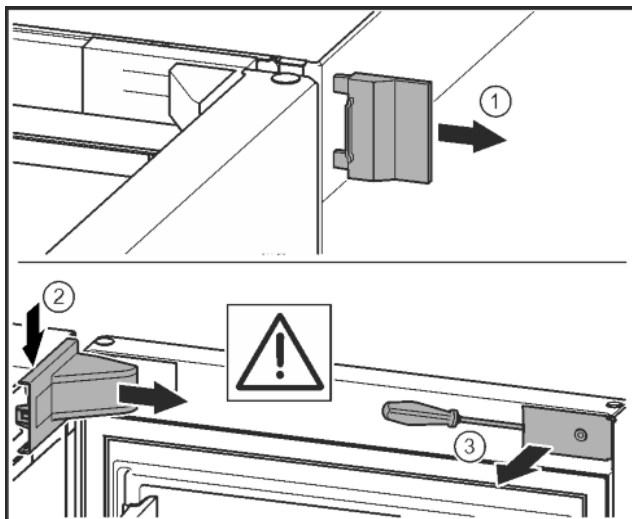

Fig. 11\*
- Зніміть зовнішню кришку.\* Fig. 11 (1)
- Звільніть і ослабте кришку опорного кронштейна. Зніміть кришку опорного кронштейна.\* Fig. 11 (2)
- За допомогою шліцевої викрутки звільніть від фіксатора та поверніть убік накладку.\* Fig. 11 (3)